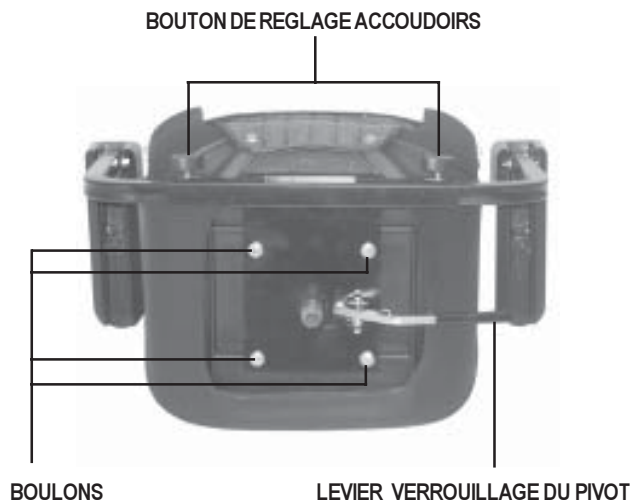

Figure 10. Reglages du siège
1. Soulevez le levier de verrouillage. Voir la figure 10.
1. Tirez le levier pour déverrouiller le siège. Voir la figure 10.
Vous pouvez repositionner le siège vers l'avant ou vers l'arrière (3 positions) par rapport à la distance du guidon. Voir la figure 10.
2. Retirez les quatre boulons qui attachent le siège au support. Voir la figure 10.
1. Desserrez les boutons derrière le dossier. Voir la figure 10.